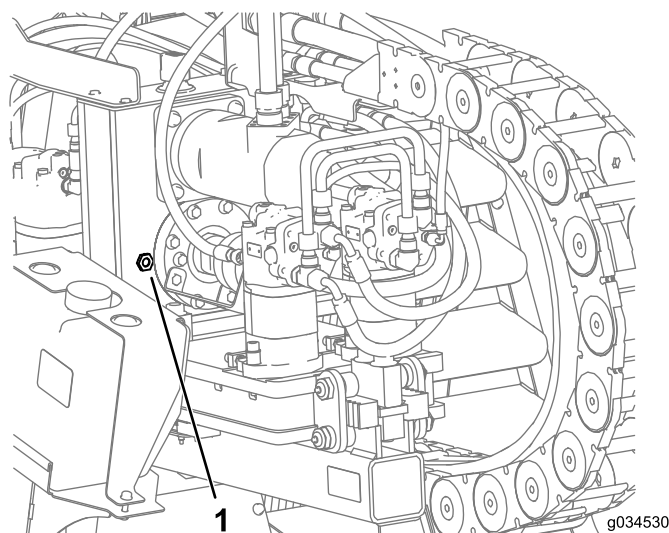

Рисунок 134
2. Проверьте уровень масла по смотровому стеклу на редукторном приводе (Рисунок 134).
3. Снимите крышку сапуна и долейте масло в редукторный привод так, чтобы уровень масла доходил как минимум до середины смотрового стекла (Рисунок 134).
6. Залейте масло в редуктор так, чтобы его уровень поднялся выше середины смотрового стекла (Рисунок 134).